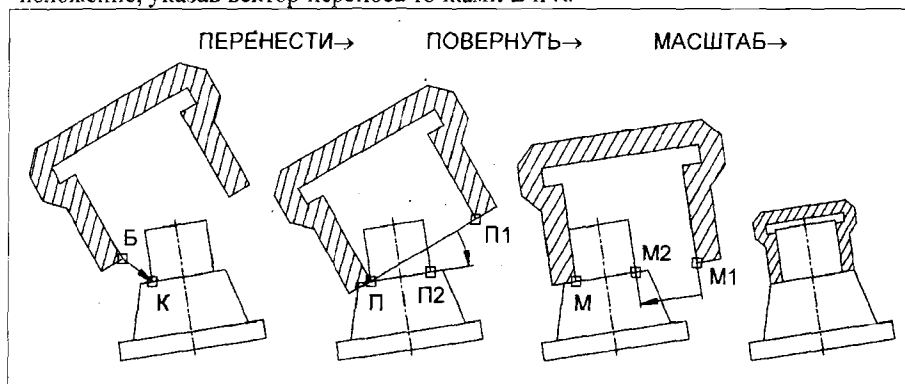

Рис.7
1. Командой ПЕРЕНЕСТИ (MOVE) (рис.7) переместить крышку в новое положение, указав вектор переноса точками Б и К.